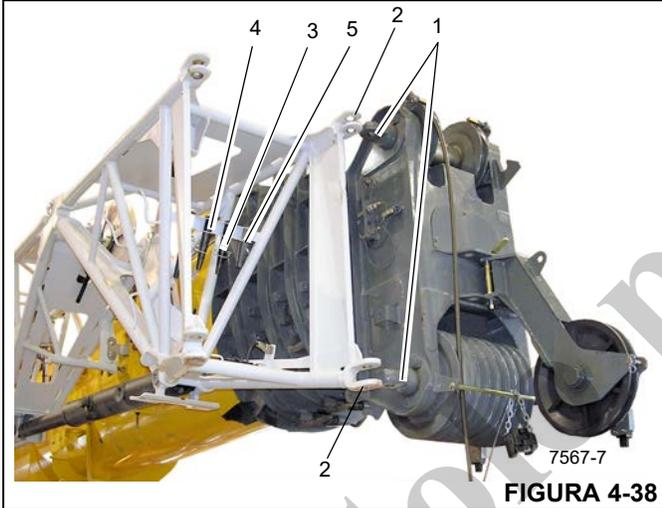
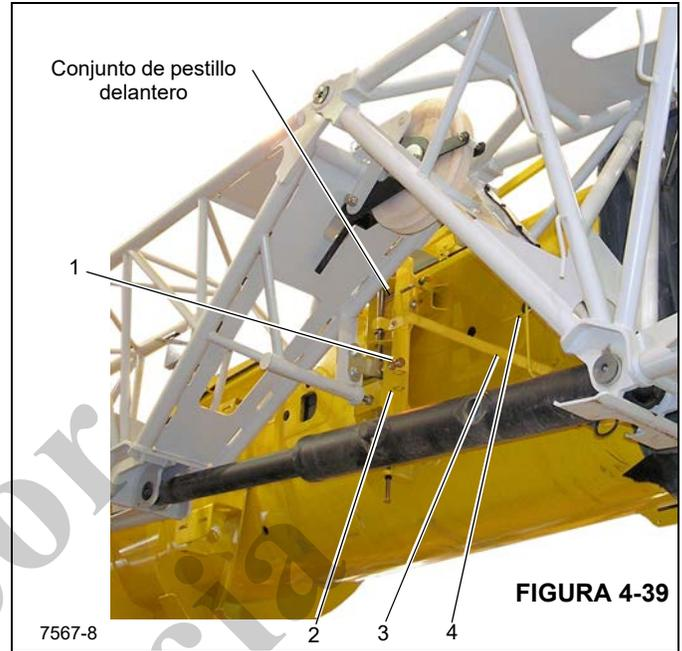

FIGURA 4-38
FIGURA 4-39
6. Utilizando el cable guía, tire de la parte delantera de la extensión hasta que las orejetas de montaje de la extensión (2) (Figura 4-38) se alineen con las orejetas de la cabeza de la pluma (1).
7. Utilizando una escalerilla o un dispositivo de levante adecuado, retire las pinzas de retención (3) y tire de los pasadores (4) para sacarlos de los sujetadores (5). Inserte los pasadores por las orejetas de conexión y asegure con las pinzas de retención.
9. Utilizando una escalerilla o plataforma de trabajo aérea, utilice la varilla de extensión del plumín, ubicada en la cabina, para quitar la pinza de retención del pasador de bloqueo horizontal (1) (Figura 4-39).
10. Utilice la varilla de extensión del plumín para quitar el pasador de bloqueo horizontal del pestillo delantero y póngalo en la orejeta de almacenamiento (2). Fije con la pinza de retención.
11. Utilizando la varilla de extensión de plumín, desenganche el conjunto de pestillo delantero empujando la manija (3) (Figura 4-39) hacia arriba y hacia el apoyo de la misma (4).